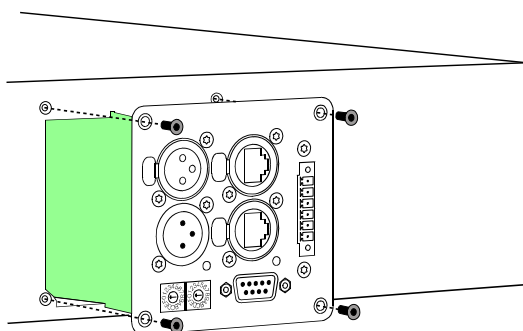

図 4.1: RCM-26 の取り付け
3. RCM-26 モジュールをスロットに挿入し、4 本のネジでリアパネルに固定します (図 4.1 を参照)。